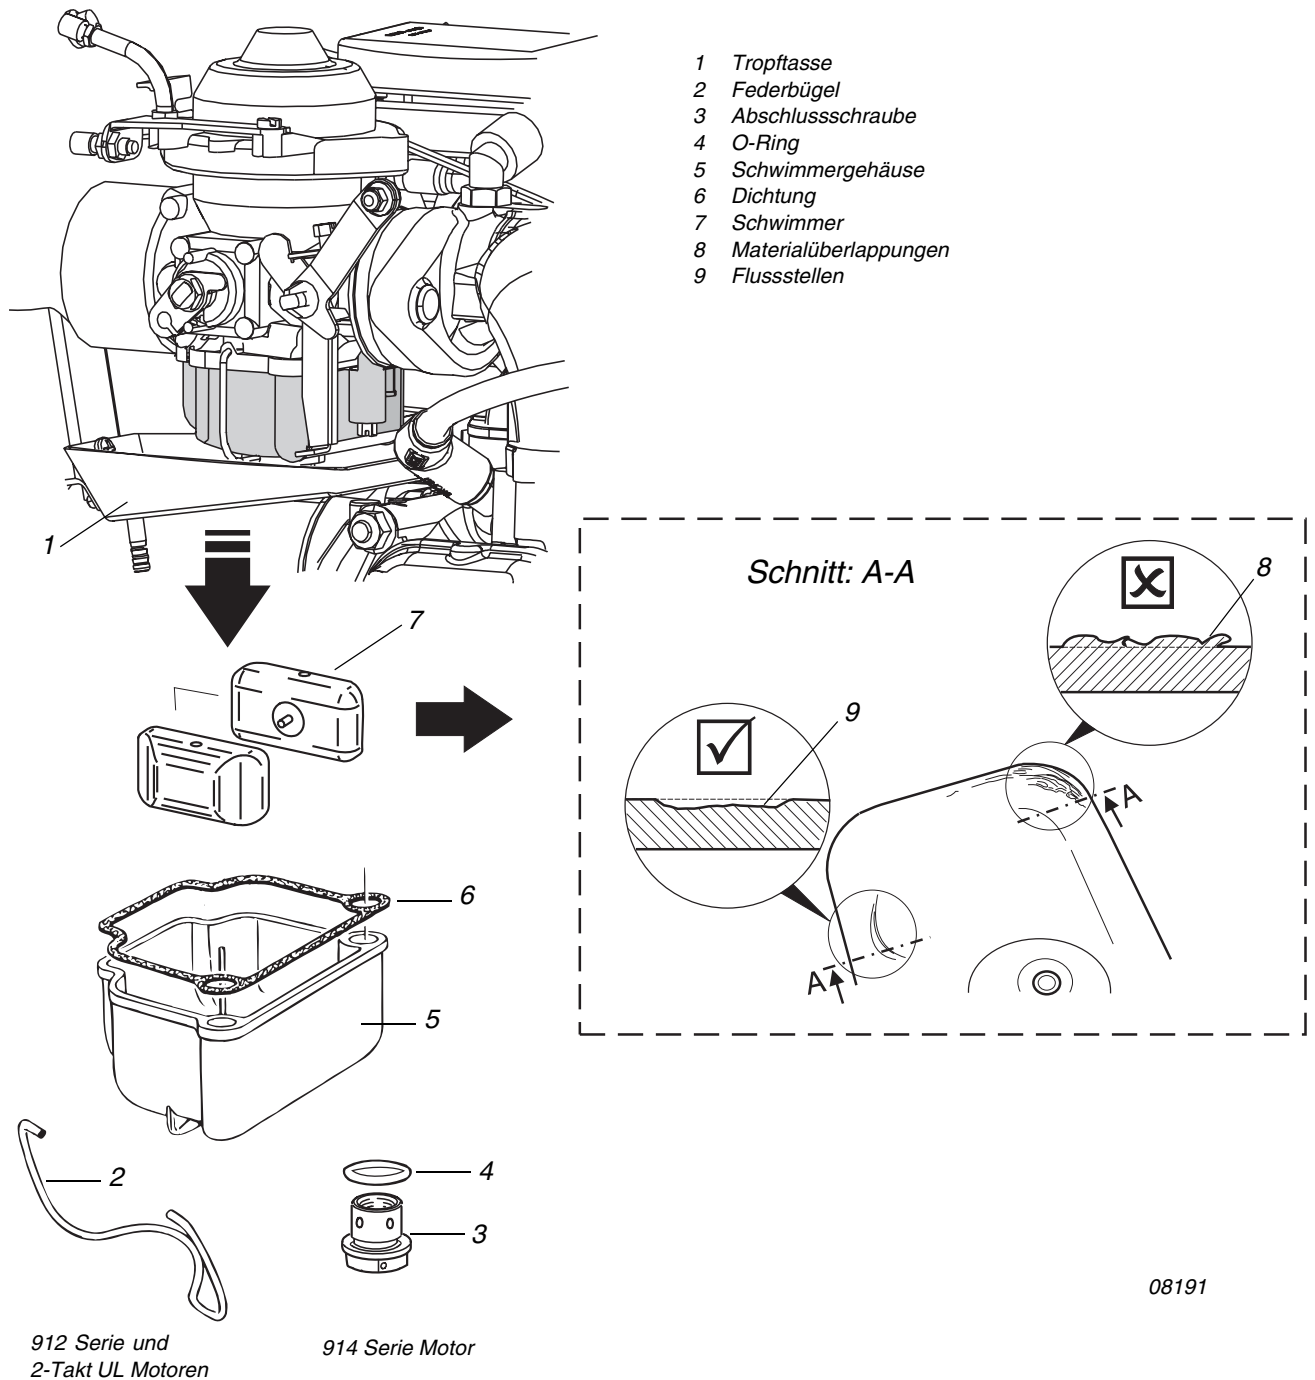

BILD 1
(Siehe dazu Bild 1)
1. Tropftasse (1) abnehmen - falls vorhanden.
3. Federbügel (2) öffnen bzw. bei ROTAX 914 (Serie) Abschlussschraube (3) samt O-Ring (4) abschrauben.
4. Schwimmergehäuse (5) samt Dichtung (6) und die beiden Schwimmer (7) abnehmen.
5. Beide Schwimmer sorgfältig auf lose Partikel untersuchen. Aufgrund seiner funktionalen Eigenschaften besteht der Schwimmer aus einem sehr leichten und porösen Kunststoff, welcher mittels Spritzverfahren hergestellt wird. Oberflächenbeschädigungen aufgrund der porösen Oberfläche z. B. kleine Ausbrüche bis max. 3 mm Ausdehnung und/oder produktionsbedingte Flussstellen (siehe Bild 1 Pos.9) sind zulässig. Diese optischen Merkmale z. B. offene Poren beeinflussen nicht die Funktion des Auftriebes d. h., die Schwimmer nehmen z. B. keine Flüssigkeit auf.
Materialüberlappungen und/oder Fehlstellen (siehe Bild 1 Pos. 8), welche nicht ausreichende Verbindung zum Schwimmer aufweisen, sind nicht zulässig und die Schwimmer sind zu erneuern. Fertigungsbedingte Flussstellen (siehe Bild 1 Pos. 9) sind jedoch zulässig.